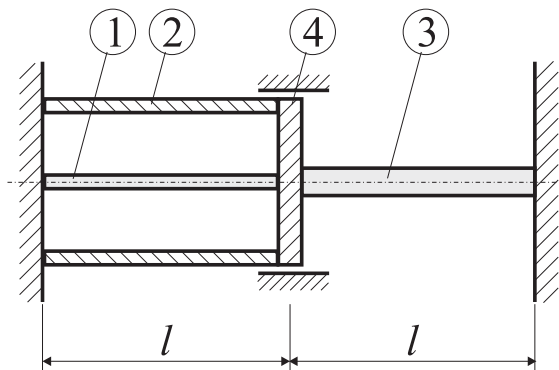

Bild 6.4.
Aufgabe 6.4. Ein Bauteil besteht aus vier Teilstücken: einem Stab (1) (Elastizitätsmodul E_1 , Wärmeausdehnungskoeffizient α_{T1} , Querschnittsfläche A_1 , minimales Trägheitsmoment I_1), einem Rohr (2) ($E_2, \alpha_{T2}, A_2, E_2 A_2 = 4E_1 A_1$), einem Stab (3) ($E_3 = E_2, \alpha_{T3} = \alpha_{T2}, A_3 = \frac{A_2}{4}$) und einer starren Platte (4) (Bild 6.4). Das Bauteil wurde bei Raumtemperatur vorspannungsfrei zwischen zwei starren Wänden eingebaut. Wie groß darf eine im gesamten Bauteil konstante Temperaturänderung ΔT höchstens sein, damit der Stab (1) nicht knickt?